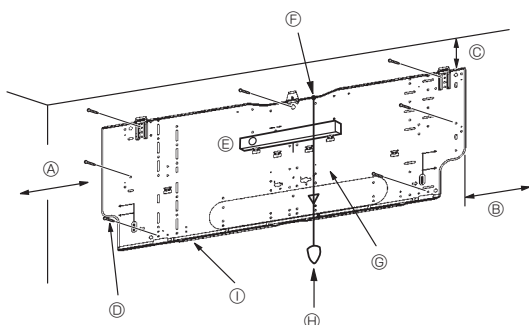
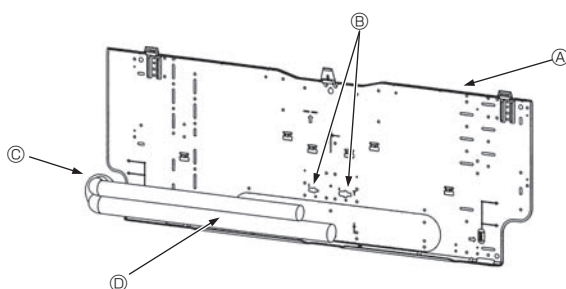

Fig. 3-4
Fig. 3-5
■ PKA-RP60, 71, 100KAL (Fig. 3-4)
- D Tornillos de fijación (4 × 25) ②
- I Placa de montaje ①
3.3. Cuando coloque los tubos en la pared (Fig. 3-5)
- A Placa de montaje ①